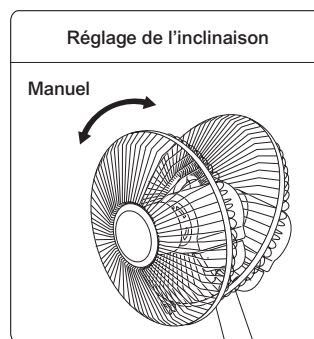

Fig. 9
• **ANGLE D'INCLINAISON (voir la figure 9)**